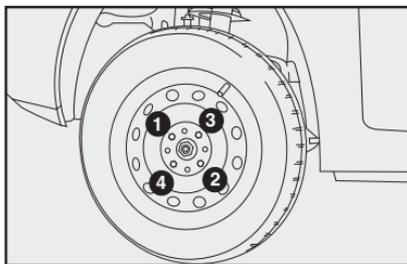

fig. 18
12) Apertar os parafusos, passando alternadamente de um parafuso a outro diagonalmente oposto de acordo com a ordem ilustrada na **fig. 18**.